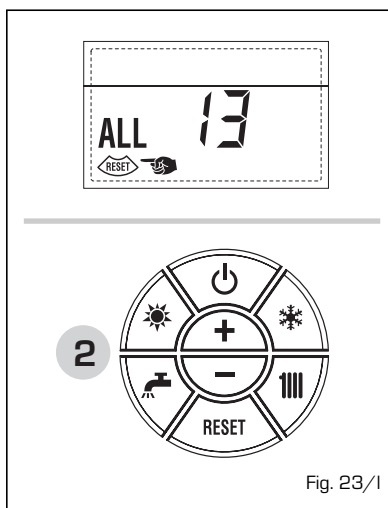

Fig. 23/l
- **ANOMALIA GUASTO SONDA FUMI "ALL 14"** (fig. 23/m)